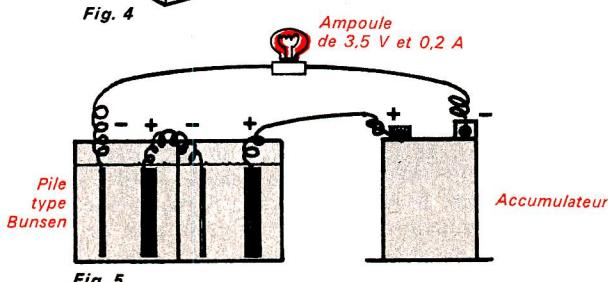

Fig. 5
- Brancher la pile de Bunsen comme indiqué figure 5 en intercalant une résistance constituée par l'ampoule 3,5 V-1,2 A.